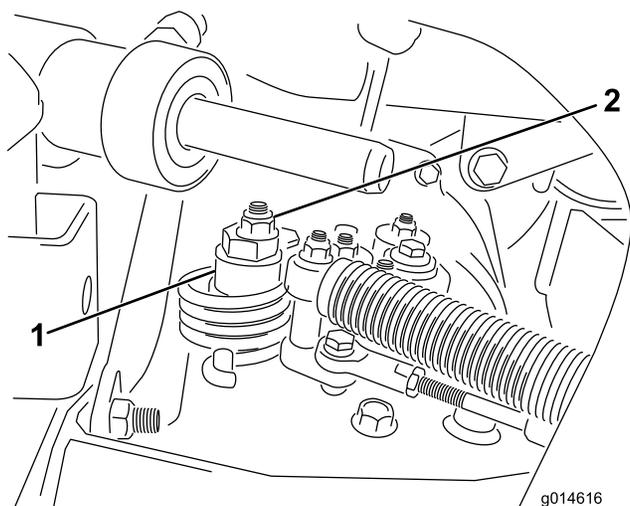

図 48
- A. 偏芯ナットをハイドロスタット上部に止めているナットをゆるめる図 48。
- C. どちらにも車輪が回らないように偏芯ナットを回して調整する。調整ができれば固定ナットを締める図 48。スロットルSLOWおよびFAST位置で調整が正しいことを確認する。